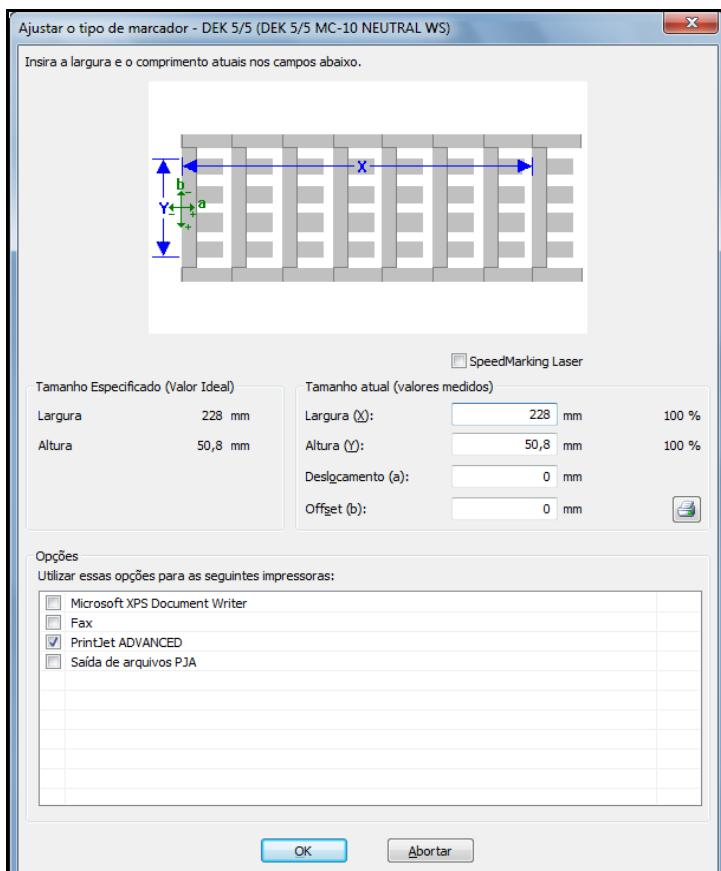

Figura 105      Ajustar o tipo de marcador
Para ajustar, é necessário alterar o valor de "Desvio (a)" na janela "Ajustar Tipo de Marcador" (consulte Figura 105 Ajustar o tipo de marcador).
Para ajustar, é necessário alterar o valor de "Desvio (b)" na janela "Ajustar Tipo de Marcador" (consulte Figura 105 Ajustar o tipo de marcador).
Para ajustar, é necessário subtrair o valor medido (1 mm neste exemplo) do valor real de "Largura (X)" na janela "Ajustar Tipo de Marcador" (consulte Figura 105 Ajustar o tipo de marcador).
Se a impressão se desviar mais de um marcador para outro, do centro para a esquerda, é necessário adicionar o valor medido ao valor atual de "Largura (X)" na janela "Ajustar Tipo de Marcador" (consulte Figura 105 Ajustar o tipo de marcador).
Para ajustar, é necessário subtrair o valor medido (1 mm neste exemplo) do valor atual de "Altura (Y)" na janela "Ajustar Tipo de Marcador" (consulte Figura 105 Ajustar o tipo de marcador).
Se a impressão se desviar mais de um marcador para outro, do centro para baixo, é necessário adicionar o valor medido ao valor atual de "Altura (Y)" na janela "Ajustar Tipo de Marcador" (consulte Figura 105 Ajustar o tipo de marcador).